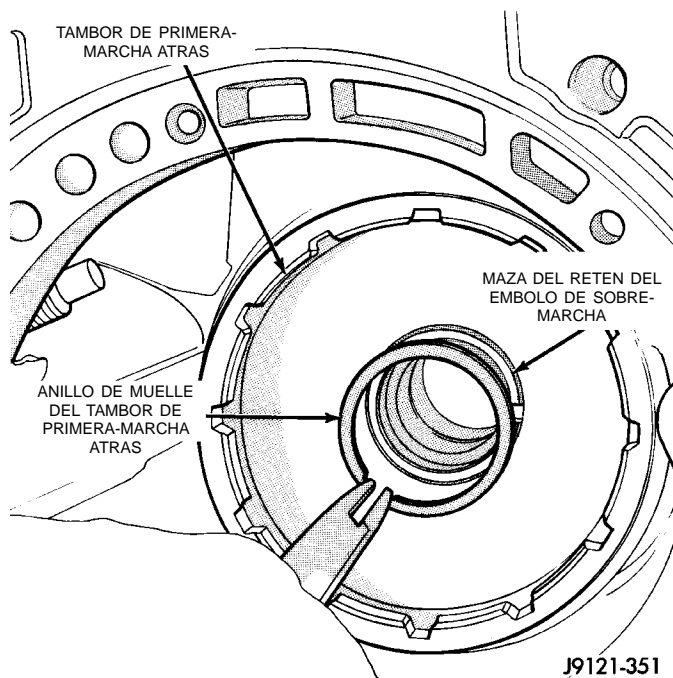

Fig. 114 Desmontaje del anillo de muelle del tambor de primera-marcha atrás
(30) Retire el anillo de muelle del tambor de primera-marcha atrás (Fig. 114).